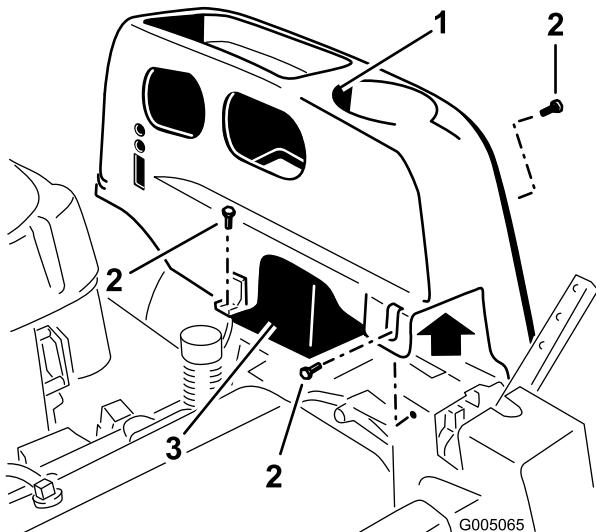

Figura 23
2. Togliete i dispositivi di fermo della testata TORX® (T25) che fissano il coperchio sinistro al telaio come illustrato nella Figura 23.